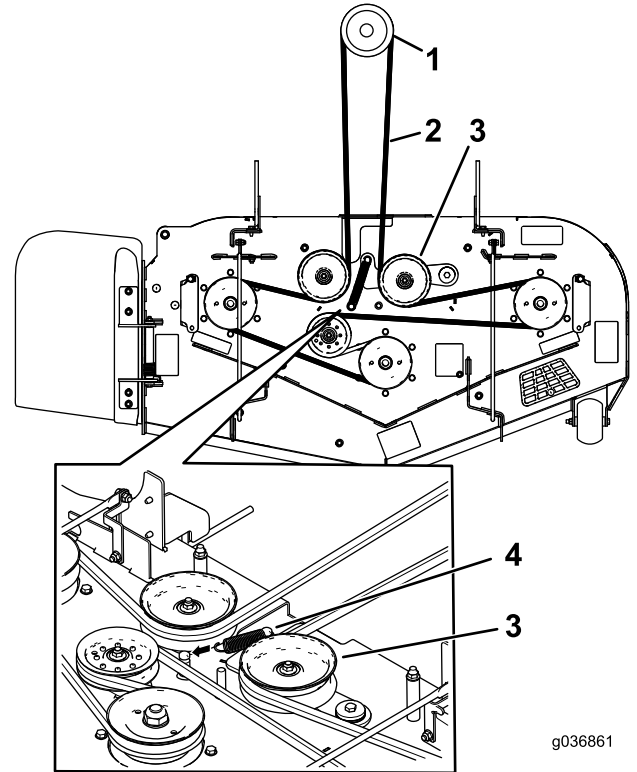

Figura 61
10. Instale a nova correia à volta das polias do cortador e da polia da embraiagem por baixo do motor (Figura 61).
11. Instale a mola intermédia (Figura 61).